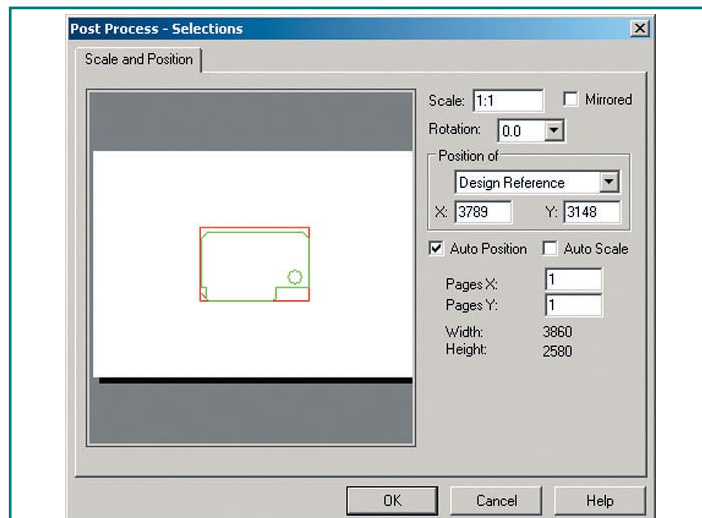

Рис. 18. Настройка масштаба и расположения печати слоя шелкографии
19. В появившемся окне Post Process — Selections включим опцию Auto Position, выключим опцию Auto Scale и убедимся, что масштаб (Scale) определен как 1:1 (рис. 18).